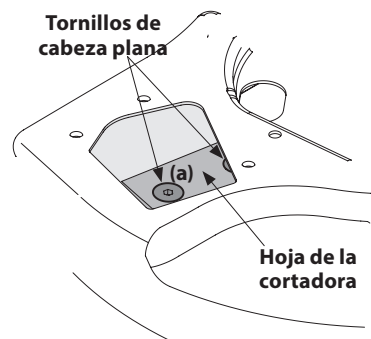

Figura 25
- Mediante una llave Allen de 3/16 de pulgada, retire los tornillos de cabeza plana que sujetan la hoja de la cortadora al motor. Dichos tornillos son accesibles a través de la abertura que se creó cuando retiró el canal de la cortadora anteriormente. Vea la Figura 25.